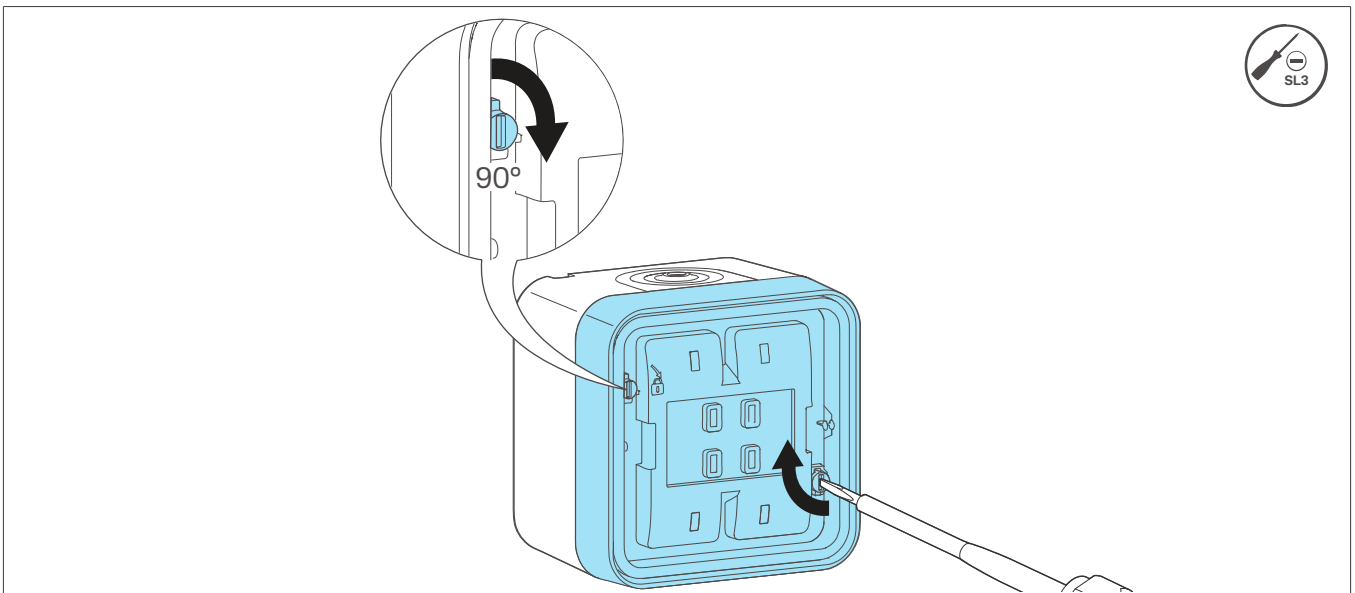

Bild 12: Rahmen befestigen
- 8 Rahmen über die Bajonett-Schnellverschlüsse (8) mit dem Schraubendreher durch ¼-Drehung nach rechts im Gehäuse-Unterteil befestigen (Bild 12).